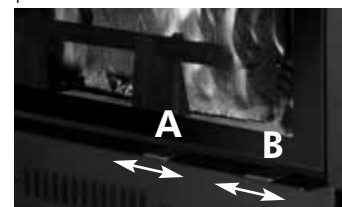

fig. 2
- El mando "A" (ver fig. 2) regulación del aire primario colocado debajo del portillo, regula la cantidad de aire primario necesario para la combustión.
- Para la apertura de la hoja de la puerta es necesario bloquear la misma en la posición de cierre. Colocando el mando "B" (ver fig. 2), debajo de la puerta, todo a la derecha. Introducir la manija "mano fría" en el tope entre la estructura y la puerta (ver fig. 3) y girar para abrir.